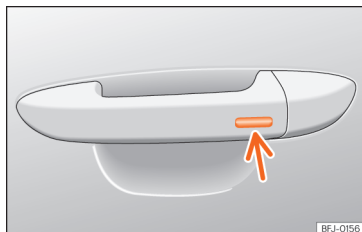

Fig. 59 Manípulo da porta: superfície sensora.
- **OU:** através do sistema Keyless Access (apenas fecho): Mantenha um dedo durante alguns segundos sobre a superfície sensora de bloqueio **>>> Fig. 59** (seta) do manípulo da porta para fechar as janelas e o teto. Se deixar de tocar na superfície sensora, a função de fecho é interrompida.
Mantenha um dedo durante alguns segundos sobre a superfície sensora de bloqueio **>>> Fig. 59** (seta) do manípulo da porta para fechar o teto. Se deixar de tocar na superfície sensora, a função de fecho é interrompida.